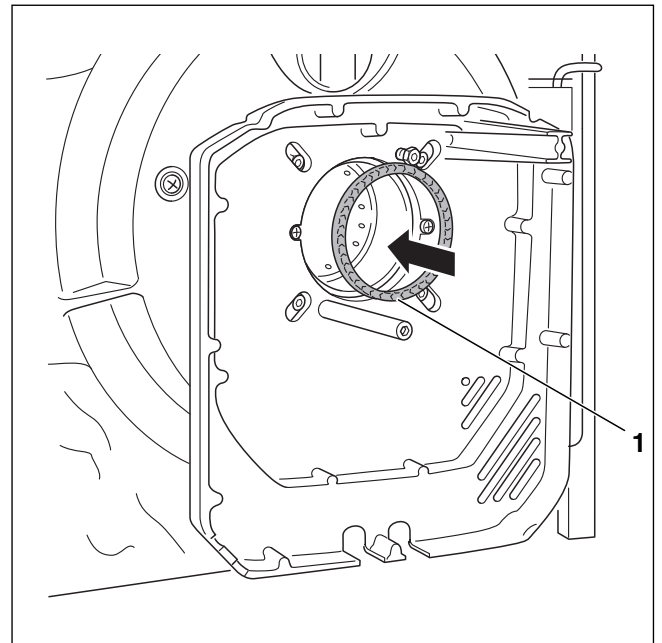
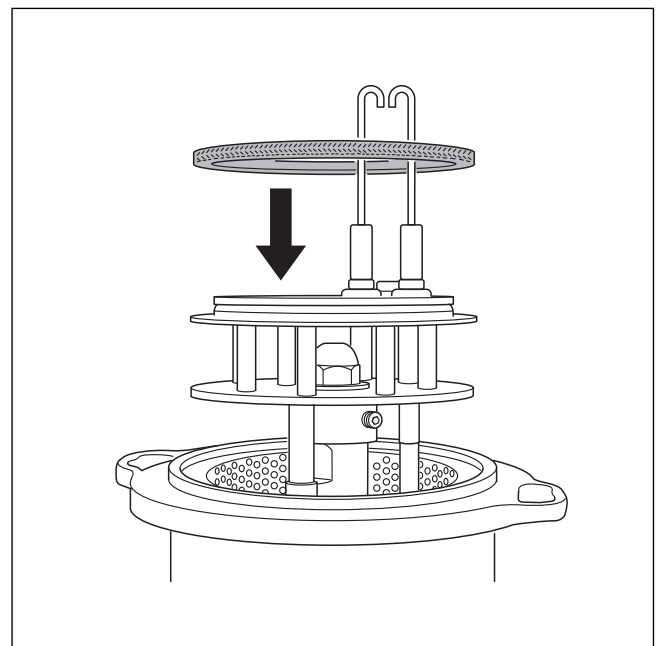

Bild 21 Dichtung bei Brennertypen 17 bis 45 einsetzen
Bild 22 Dichtung bei Brennertypen 55 bis 68 einsetzen
- Bei den Brennertypen 17 bis 45 wird die Dichtung (→ Bild 21, [1]) in das Brennerrohr eingesetzt.
- Bei den Brennertypen 55 bis 68 wird die Dichtung zunächst auf dem Mischsystem aufgesetzt (→ Bild 22).
Prüfen Sie abschließend den korrekten Sitz der zwischen Mischsystem und Brennerrohr eingesetzten Dichtung (→ Bild 21 bzw. Bild 22).